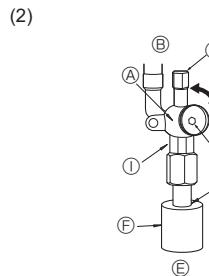

Fig. 4-6
(1) Gasseite von ZRP100-140 (Fig. 4-6)